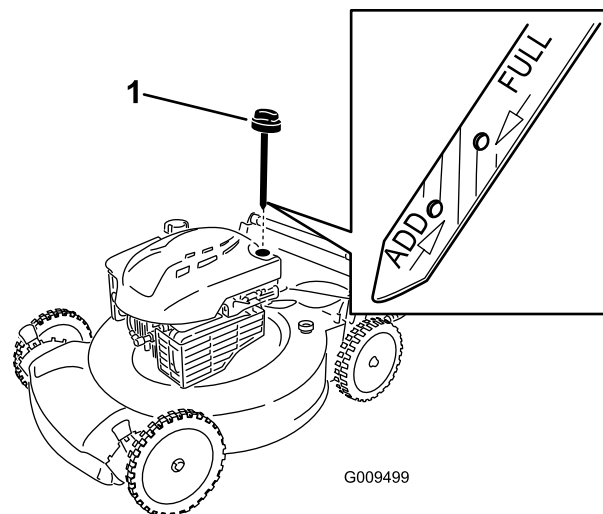

Рисунок 8
2. Извлеките масломерный щуп (Рисунок 8).
**Примечание:** В случае падения уровня масла ниже минимального (отметка «Долить» на масляном щупе), **медленно** залейте небольшое количество масла в заливную горловину маслобака, подождите 3 минуты и повторите операции 3 до 5 повышения уровня масла до максимального (отметка **Полный** на масляном щупе) (Рисунок 8).